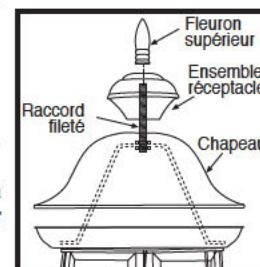

Figure 3 Ensemble à manille
- b. For harp assembly roofs, unscrew top finial to remove font assembly and roof from threaded nipple. Insert bulbs. Reattach roof, font assembly and top finial. (see figure 3)
- Si le chapeau est à montage à manille, dévisser le fleuron supérieur pour enlever l'ensemble réceptacle et le chapeau du raccord fileté. Mettre la ou les ampoules en place. Refixer le chapeau, l'ensemble réceptacle et le fleuron supérieur (voir la figure 3).